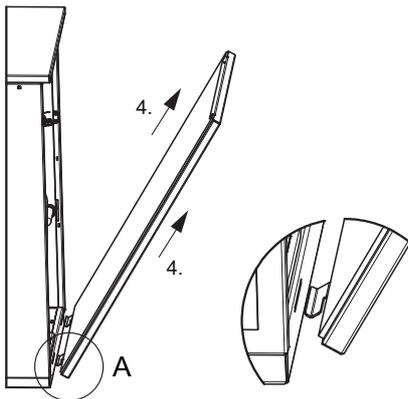

Abb. 7.4: Öffnen der seitlichen Verkleidungsbleche Arbeitsschritt 4
- Blechteil in dieser Lage schräg nach oben aus dem Sockelblech ziehen (4) (siehe Abb. 7.4)